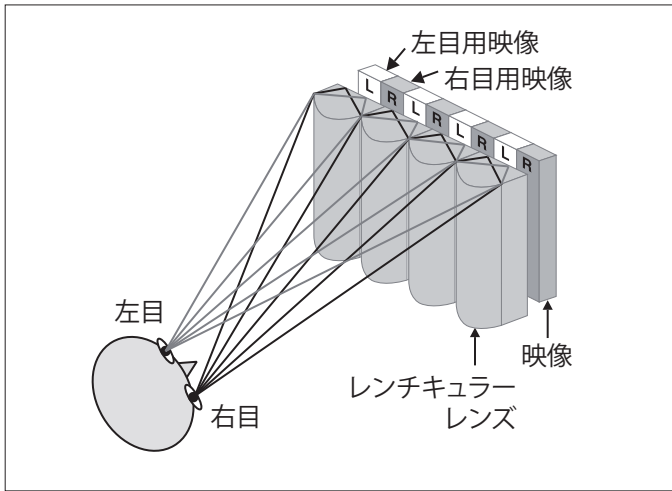

図1 裸眼3Dディスプレイのしくみ（レンチキュラー方式）
『ガイドブック』では、その空白部分を、誘導サインで昼夜とも連続してつなぐデザインを提案している。その誘導サインは枠やバックプレートのないフレームレスサイン。それぞれ4cmほどの小サイズの避難場所ピクトグラムと矢印を横または縦に組み合わせ蓄光材仕上げのフィルムで、裏面の接着剤で公道の縁石に両側15mごとに、互い違いに貼付する。最大の特徴は、昼間に見とれる緑色の誘導サインが、災害時の暗闇の中で昼間と同じ緑色に光って見えること。昼も夜も同じ緑色で避難経路を誘導してくれる (図1)。
■ 図1 フレームレス誘導デザイン